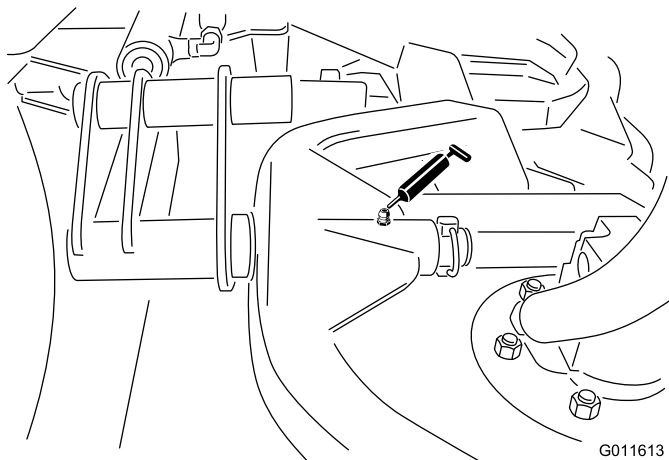

Figure 29
- Pivot de bâti porteur de plateau de coupe (x 1) (Figure 29)